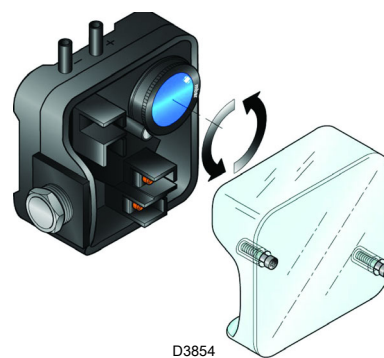

图 27
- 设定风压开关（图 27）至量程的起始位置。
上述调整结束后，开始设定风压开关，此时风压开关应置于量程开始位置（图 27）。